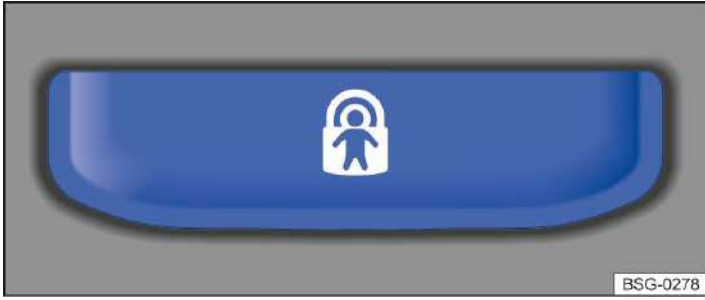

Abb. 1 In der Fahrertür: Taste für die elektrische Kindersicherung.
1. *Einschalten:* Bedienfeld betätigen → *Abb. 1*.